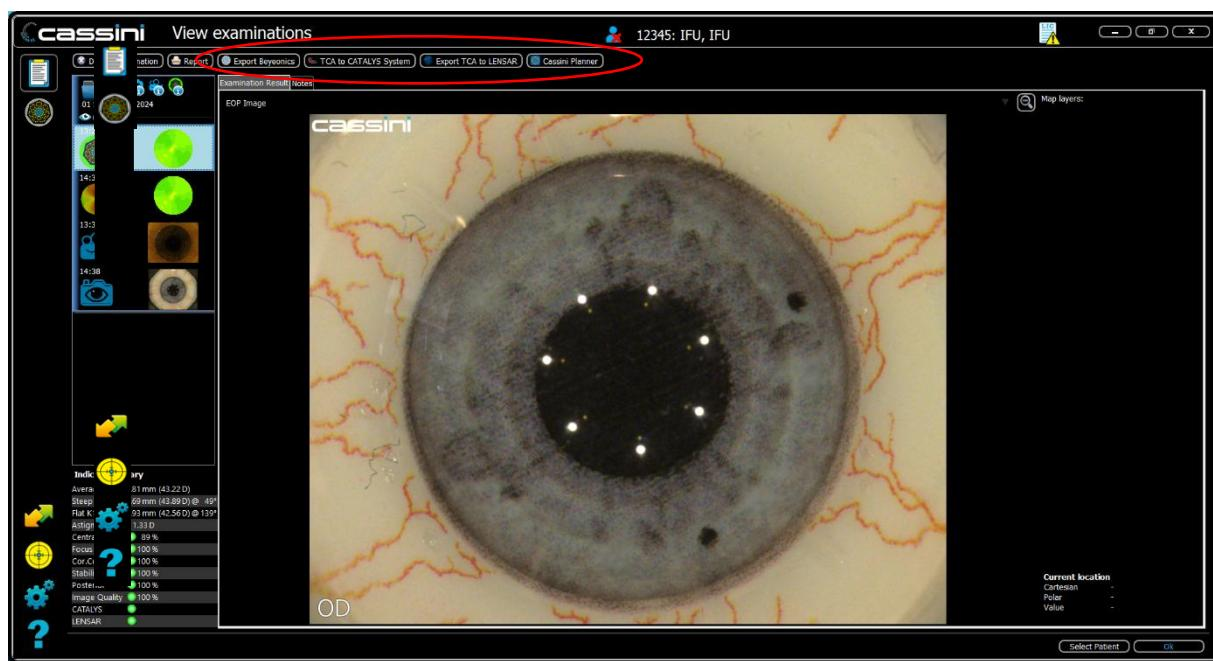

Figura 61: Localização dos botões de exportação para terceiros na página de Visualização
- O Relatório SMART contém informação sobre o valores do diâmetro e ângulo da pupila e do limbo. Este relatório é composto por imagens mesópicas, imagens fotópicas, aberrações corneanas, qualificadores de LIO multifocal, leituras K, Quality Factors e Índices de Superfície (consulte a Figura 61).
Os dados de medição provenientes do exame de topografia corneana e do exame de Total Corneal Astigmatism podem ser exportados para uma aplicação de terceiros. É necessária uma licença correspondente válida para ativar a exportação para terceiros. Uma vez inserida a chave de licença, surge um botão de exportação no ecrã de visualização, após a configuração de uma ligação com um terceiro (consulte a Figura 61). Contacte o Suporte da Cassini ou o seu distribuidor para obter mais informações.